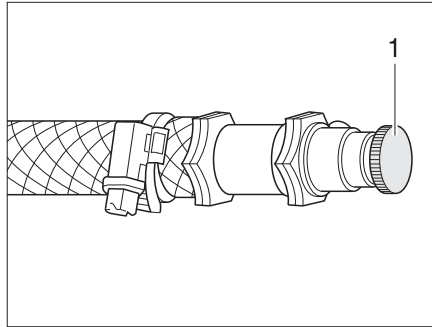

Fig. 270 Valvola di sfiato del riscaldamento ad acqua calda
- Aprire la valvola di sfiato (Fig. 270,1) e lasciare uscire tutta l'aria presente nel circuito.